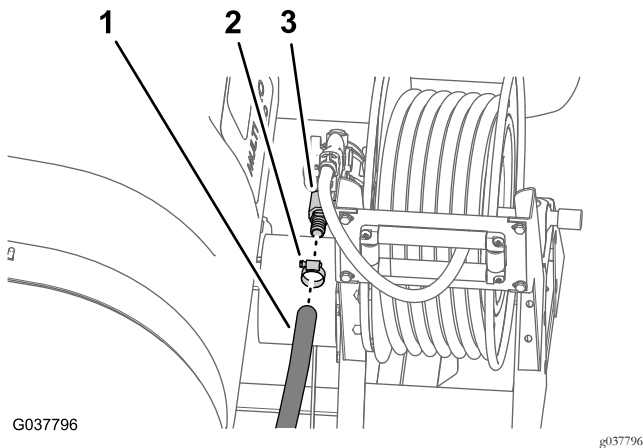

图40
1. 取下将供水软管固定至软管卷直通软管倒钩的软管夹 图40。
2. 从软管倒钩上取下软管 图40。